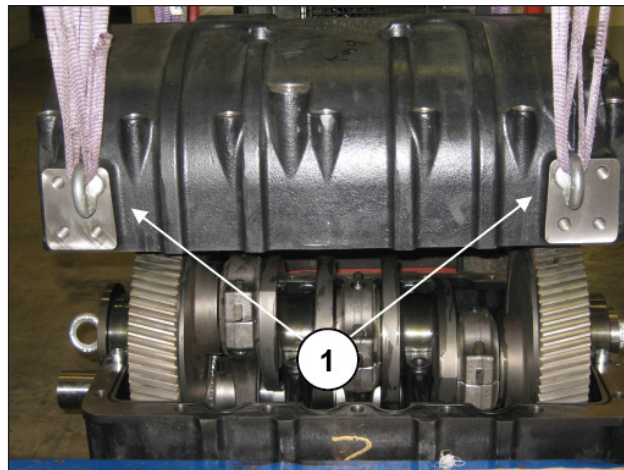

Рис. 26
Для снятия заднего картера демонтируйте расположенные на нем ножки и используйте четыре резьбовых отверстия М16 для монтажа соответствующих рым-болтов (поз. ①, Рис. 26).